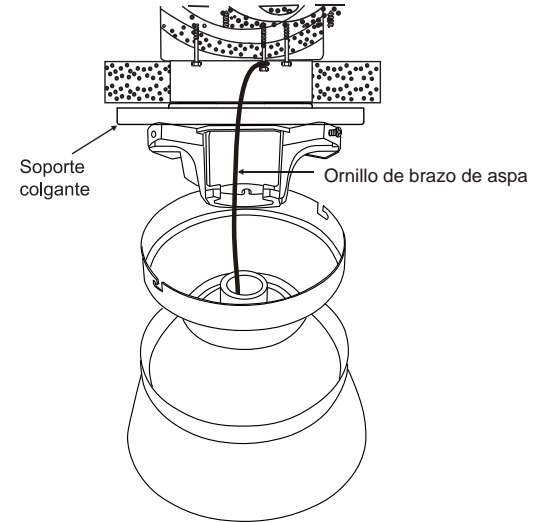

Fig. 23
Paso 1. Inserte el tirafondo y arandelas proporcionados en el colgante de viga junto al soporte de montaje, pero no ajuste. (Fig.23)